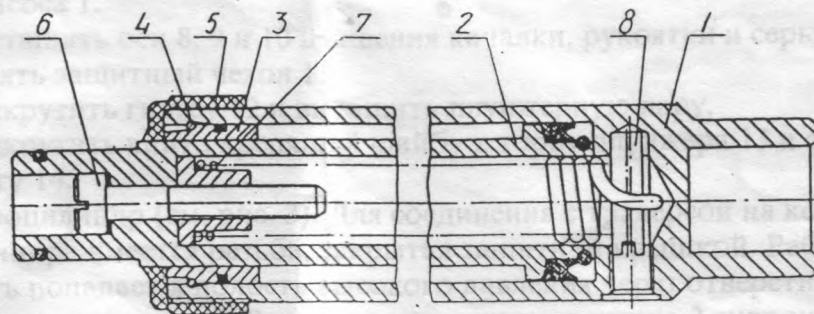

рис. 3
4.3. Гидроцилиндр (см. рис. 3). Для соединения с траверсой на корпусе гидроцилиндра имеется резьба, закрытая защитной крышкой. Рабочая жидкость попадает в полость высокого давления через отверстие в глухой крышке цилиндра 1. Величина перемещения штока 2 гидроцилиндра